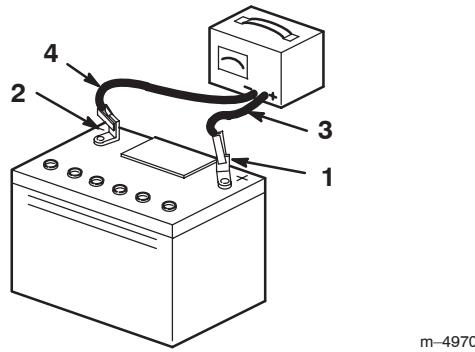

Figure 34
4. Quand la batterie est chargée au maximum, débranchez le chargeur de la prise, puis débranchez les fils du chargeur des bornes de la batterie (Fig. 34).